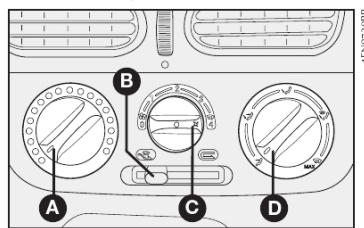

fig. 30
COMANDOS - fig. 30
1) Seletor para a temperatura do ar A-fig. 30 totalmente posicionado à esquerda.
2) Seletor do ventilador C-fig. 30 posicionado na velocidade máxima.
3) Seletor de distribuição do ar D-fig. 30 apontado para ; controlar para que todas as saídas de ar estejam totalmente abertas.
4) Ligar o ar-condicionado apertando o seletor **C-fig. 30**.
O ar-condicionado é muito útil para acelerar o desembaçamento, pois desumidifica o ar. É suficiente regular os comandos para a função de desembaçamento e ativar o condicionador, apertando o seletor **C-fig. 30**.
1) Condicionador de ar ligado: seletor **C-fig. 30**.